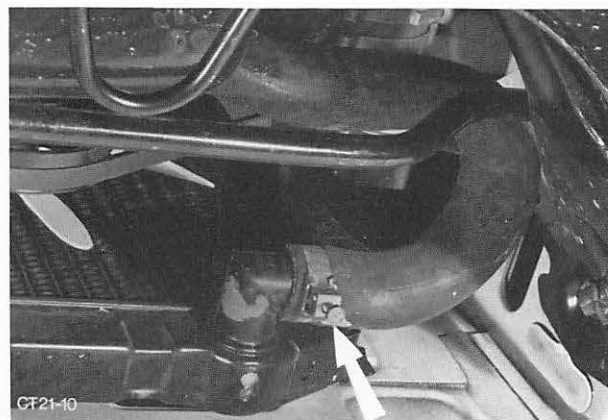

Abb. 192 Kühlerschlauch vom Kühler entfernen
1. Batterie-Massekabel abklemmen und Kühlflüssigkeit in Auffangwanne ablassen, dazu Kühlerschlauch unten vom Kühler, Abb. 192, und oben vom Wasserauslaßstutzen-Motor entfernen.